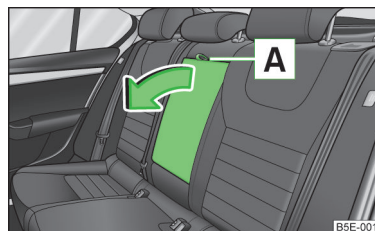

Fig. 51
- Tirar del pasador [A] » fig. 51 y abatir hacia adelante el apoyabrazos en el sentido de la flecha.